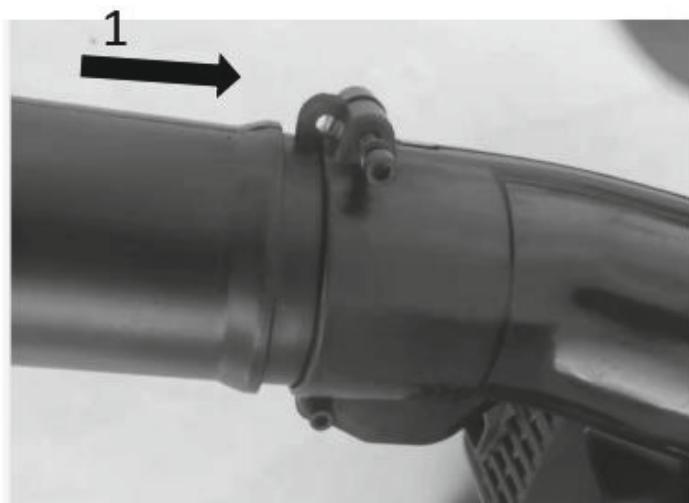

Рисунок 1
- снимите винт воздуховыпускного патрубка двигателя, совместите отверстие для крепления первой воздуходувной трубы с выступом воздуховыпускного отверстия и вставьте первую воздуходувную трубку (рис.1).